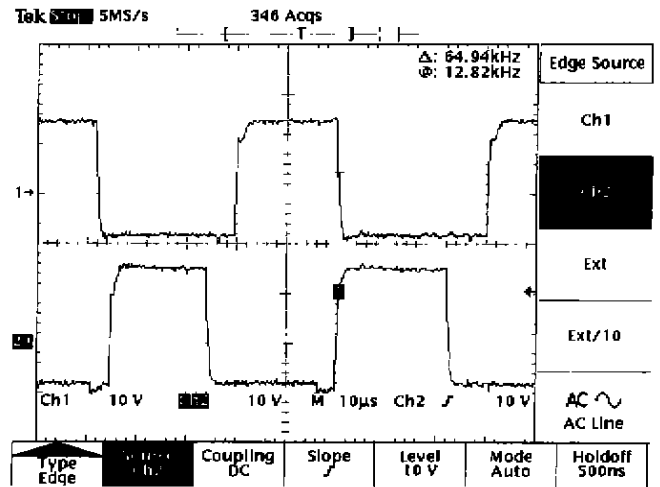
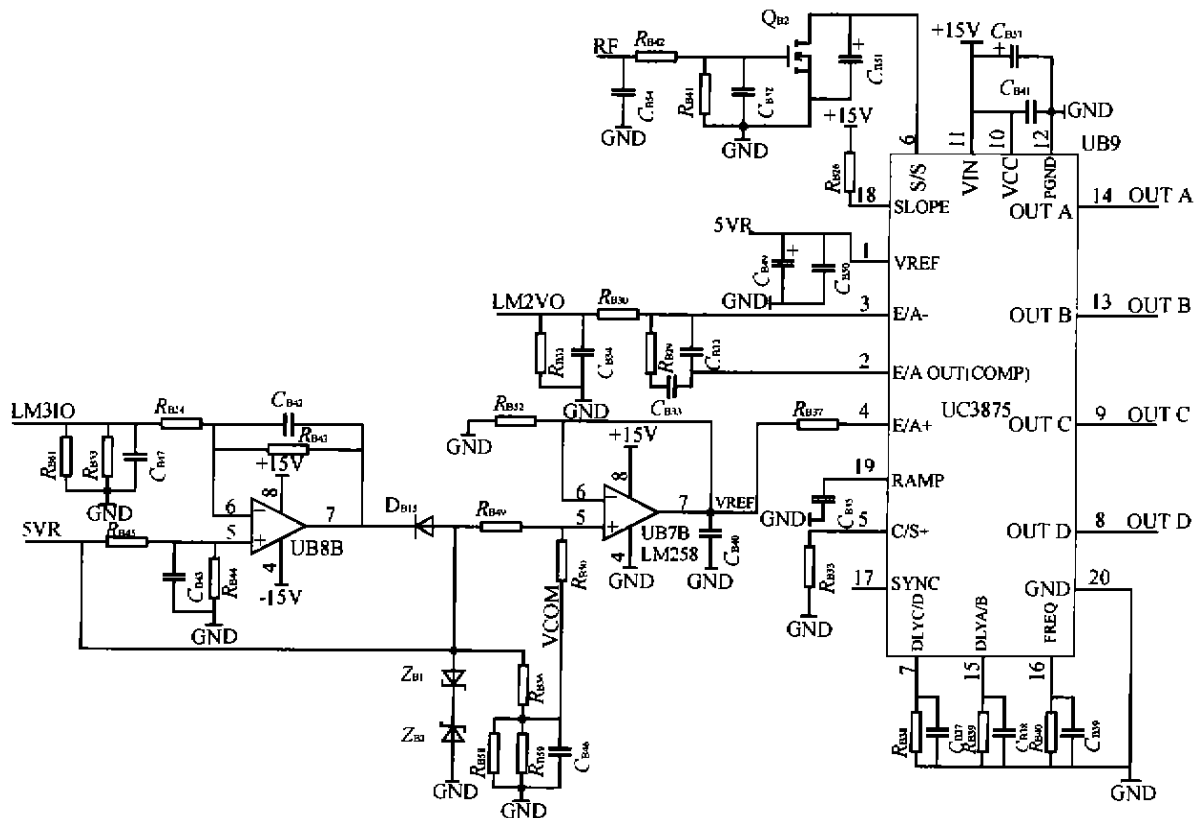

图 4 IGBT 元件 V_{CE} 驱动波形
图 3 应用框图
7.5kW DC/DC 电源主电路为全桥变换器结构,将接触网上的 600V 直流电压转换成 110V 直流电压,为整个电动车提供低压控制电源。UC3875 作为控制芯片其 4 个输出分别经过四只 M57962L 厚膜驱动电路,驱动 4 只功率器件 IGBT,其应用框图如图 3 所示,电路设置输出级开关频率 20kHz,死区时间 $4\mu\text{s} \sim 5\mu\text{s}$,锯齿波的斜率和幅值由 R_{B26} 和 C_{B35} 设置,软起动时间由 C_{B51} 设置。图 4 为电路工作时不同桥臂上两只 IGBT 器件(B 管和 D 管) V_{CE} 的驱动波形。